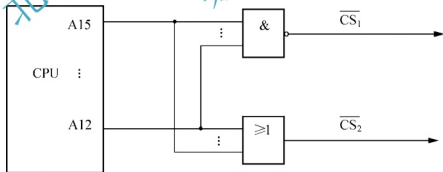

图 5.21 习题 8 图
- (1) 需要多少片 256KB SRAM 芯片?
- (2) 构成 2048KB 存储器需要多少地址线?
8. CPU 有 16 根地址线,即 $A_{15} \sim A_0$,计算图 5.21 所示的片选信号 $\overline{\text{CS}}_1$ 和 $\overline{\text{CS}}_2$ 指定的基地址范围。